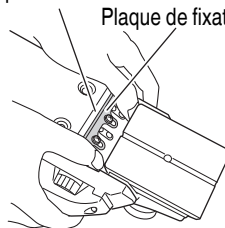

Fig. 28
- (1) Insérer la section tournée de la plaque de fixation (A) fixée à la lame dans une encoche de la section plate du bloc de lame. (Fig. 28 et 29)